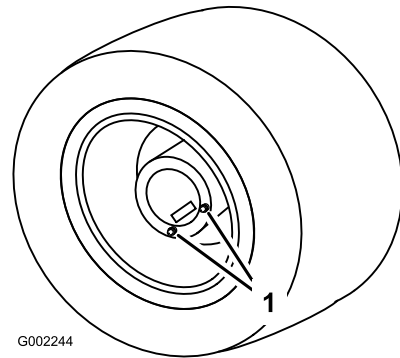

Figure 76
1. Amenez la machine sur une surface plane et horizontale et positionnez les roues arrière pour la vidange (Figure 76).
- Placez un bac de vidange sous les bouchons de vidange et retirez les bouchons de la roue (Figure 76).